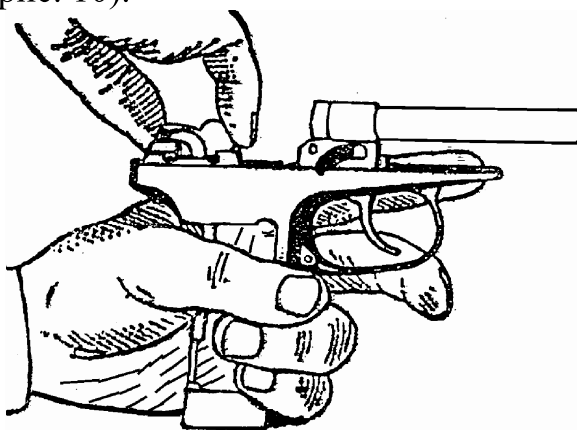

Рис. 10. Отделение курка от рамки.
2. Отделить курок от рамки. Удерживая рамку в левой руке и повернув спусковой крючок в крайнее переднее положение, указательным и большим пальцами правой руки повернуть курок вперед до совпадения лысок на его цапфах с прорезями на цапфенных гнездах в рамке, сдвинуть курок в сторону ствола и вынуть его (рис. 10).